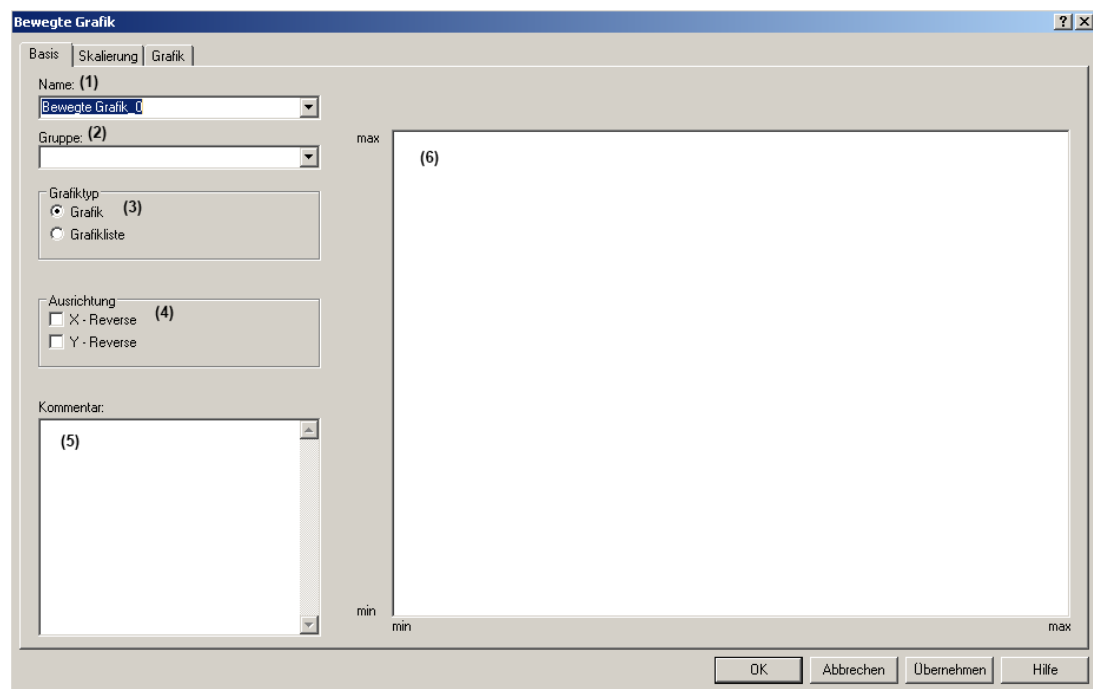

Abb. 6.38: Dialog "Bewegte Grafik, Basis"
In dem Dialog "Basis" (Abb. 6.38) haben Sie sich unter (3) "Grafiktyp" entschieden, ob Sie eine Grafik oder eine Grafikliste als bewegte Grafik projektieren möchten.